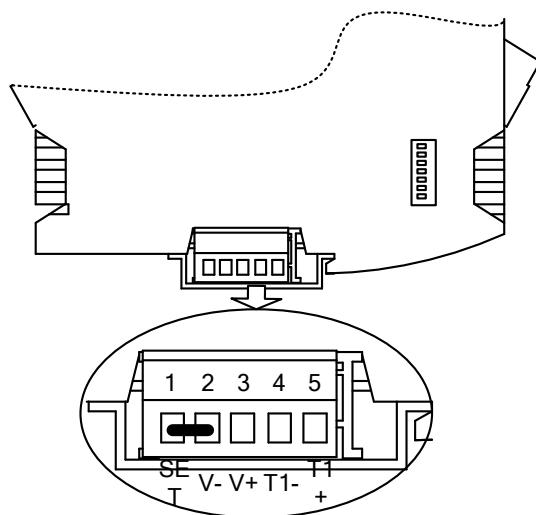

图 6-1-1 设置模式接线图
(1) 进入设置模式: 将控制器设置端子 (SET) 连接至电源负极 (V-) 短路, 给控制器上电, 使控制器进入设置模式, 如图 6-1-1 所示。该模式下, RUN 灯熄灭, 控制器内部的用户程序暂停运行。